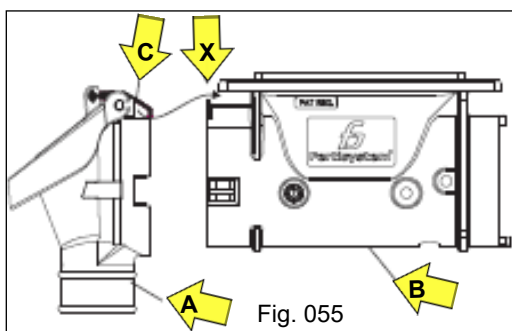
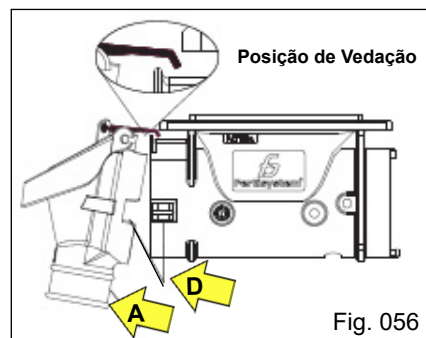
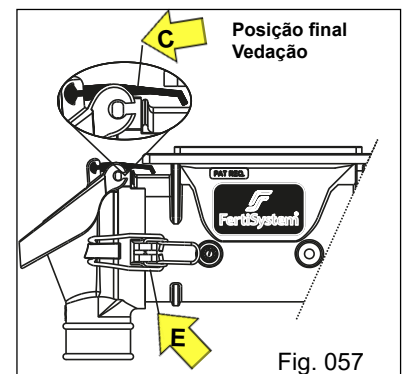

Fig. 055
Fig. 056
Fig. 057
Para realizar a montagem do conjunto do bocal "A", aproxime-o ao corpo principal "B", observando que a vedação "C", fique sobreposta ao ponto "X" do corpo principal "B" (Fig. 055). Para que isso ocorra, incline levemente o conjunto do bocal "A" (Fig. 056) e direcione aos encaixes "D" em ambos os lados, alinhando-os e fixando até o final. Após fixe com o fecho inox "E" (Fig. 057), girando até o travamento final em ambos os lados. Observe a posição final da vedação "C" (Fig. 057).
Ao realizar a operação de retirada do bocal, faça com cuidado o destravamento do Fecho Inox (E) (Fig. 055) para que não ocorra danos nas mãos pelo "efeito mola" proporcionado pelo mesmo.